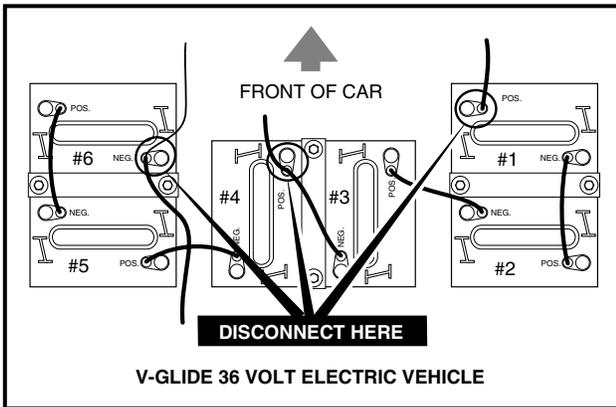

FIGURE 16
- TO AVOID UNINTENTIONALLY STARTING THE VEHICLE, DISCONNECT THE BATTERIES AS SHOWN (**SEE FIGURES 16 AND 17, PAGE 20**). **ON POWERDRIVE SYSTEM 48 AND POWERDRIVE PLUS VEHICLES**, ALSO DISCHARGE THE CONTROLLER AS FOLLOWS: